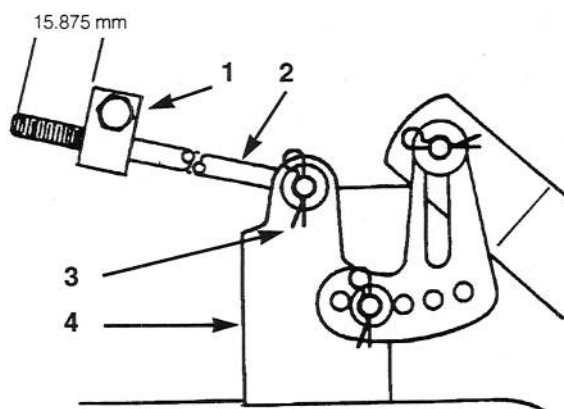

Figure 51
6. Mesurer la portion de tige dépassant du bloc de réglage de chaque côté du châssis (Fig. 51). Si la longueur de la tige n'est pas égale à 15,875 mm, déposer la goupille et la rondelle à l'extrémité de la tige (Fig. 51) et tourner la tige jusqu'à ce que cette dimension soit obtenue. Insérer ensuite l'extrémité de la tige dans le trou du support de la tondeuse et la fixer au moyen de la rondelle et de la goupille. Répéter cette procédure de l'autre côté de la tondeuse.
8. Relever ou abaisser l'avant de la tondeuse en réglant la longueur de la tige et en la remontant dans le support de la tondeuse au moyen de la rondelle et de la goupille (Fig. 51). Régler un côté à la fois. Lorsque les deux tiges sont réglées, contrôler à nouveau l'inclinaison avant/arrière. Continuer à régler les tiges un tour à la fois jusqu'à ce que l'avant de la tondeuse soit 3,175 mm plus bas que l'arrière.